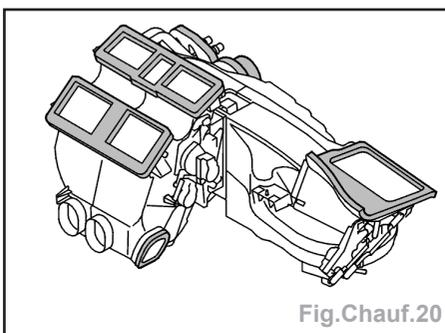

Fig. Chauff.20
- les joints du plancher si nécessaire (fig. Chauff.20).